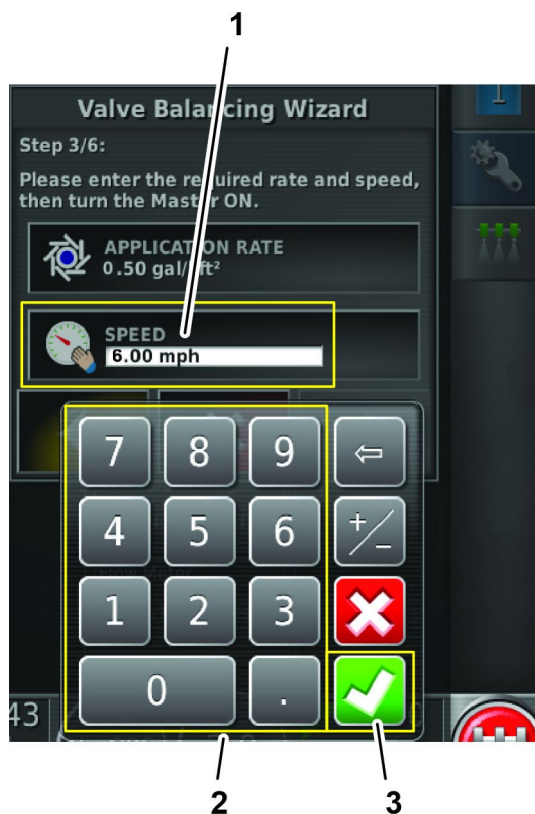

Figure 138
7. Avec le pavé numérique, saisissez la vitesse de déplacement du pulvérisateur recherchée, puis appuyez sur l'icône de confirmation (Figure 138).